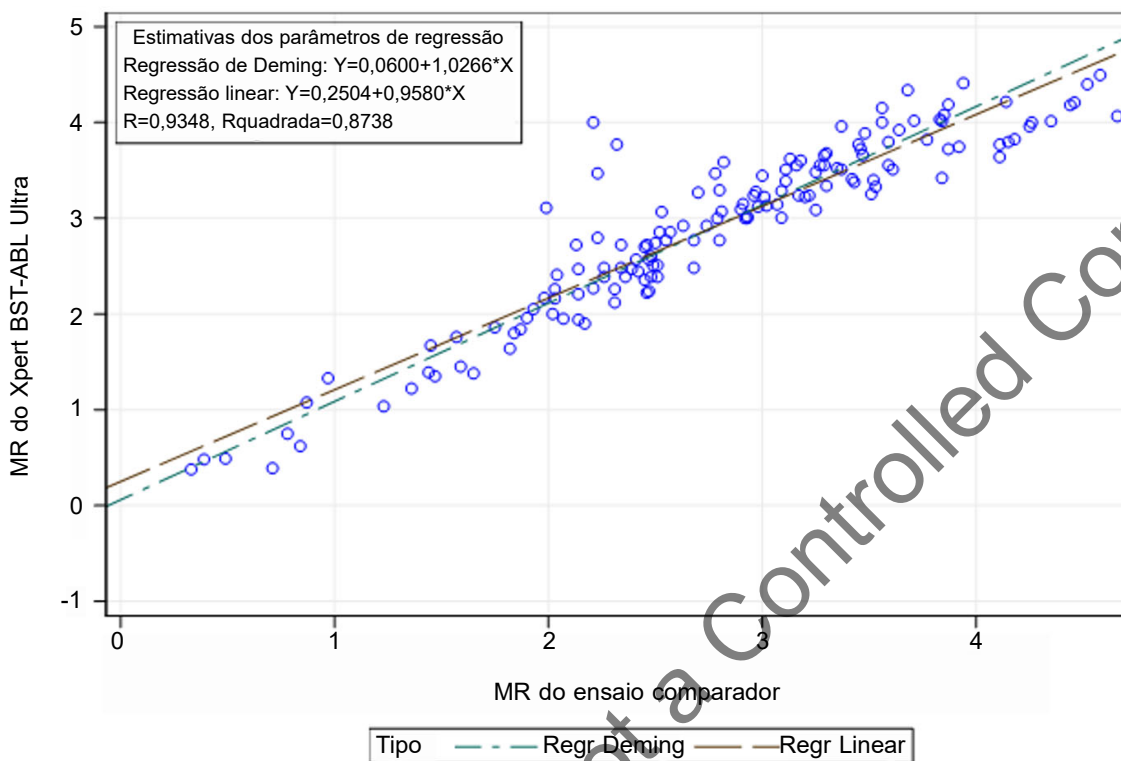

Figura 8. Análises de regressão de Deming e regressão linear
Dos 208 resultados disponíveis para análise, 147 tinham resultados no intervalo quantitativo notificável em ambos os ensaios [0,0030% - 55% (IS)/MR4,52 - MR0,26 no Xpert BCR-ABL Ultra e 0,0020% - 50% (IS)/MR4,72 - MR0,30 no ensaio comparador]: 117 dos quais derivaram de lisados restantes congelados e 30 de amostras frescas colhidas prospetivamente. O desempenho do teste Xpert BCR-ABL Ultra versus o ensaio comparador foi avaliado utilizando uma regressão de Deming para determinar o declive e a ordenada. A Figura 8 mostra a regressão de Deming e a análise de regressão linear dos 147 resultados do ensaio (valores MR).